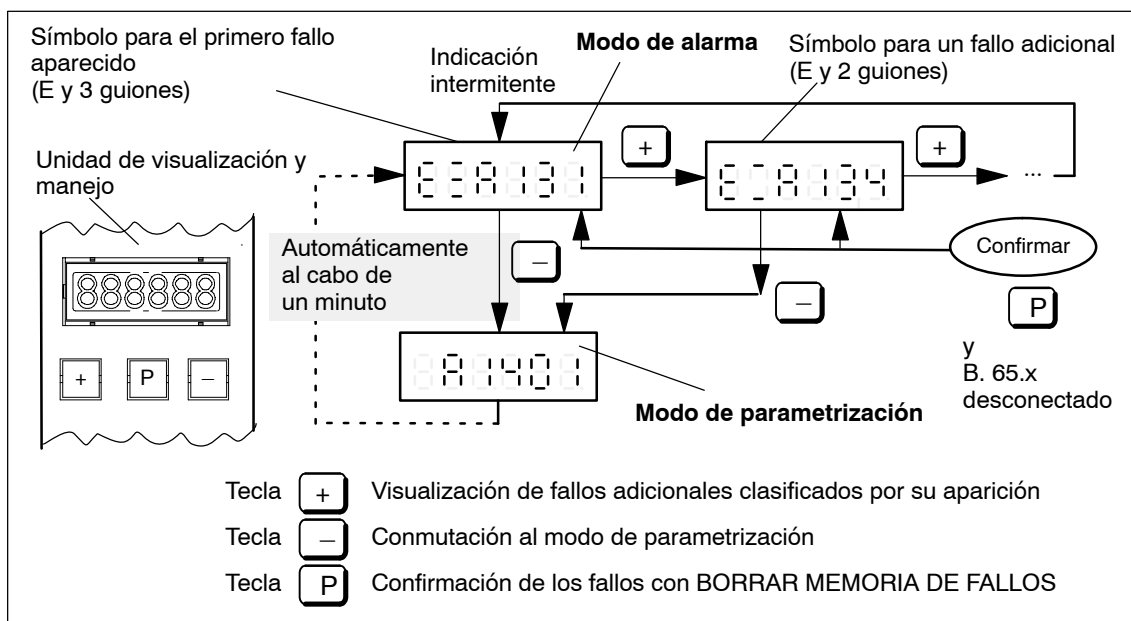

Fig. 7-2 Manejo si han aparecido varios fallos
2. Éste es el aspecto cuando se han producido varios fallos (ver fig. 7-2).